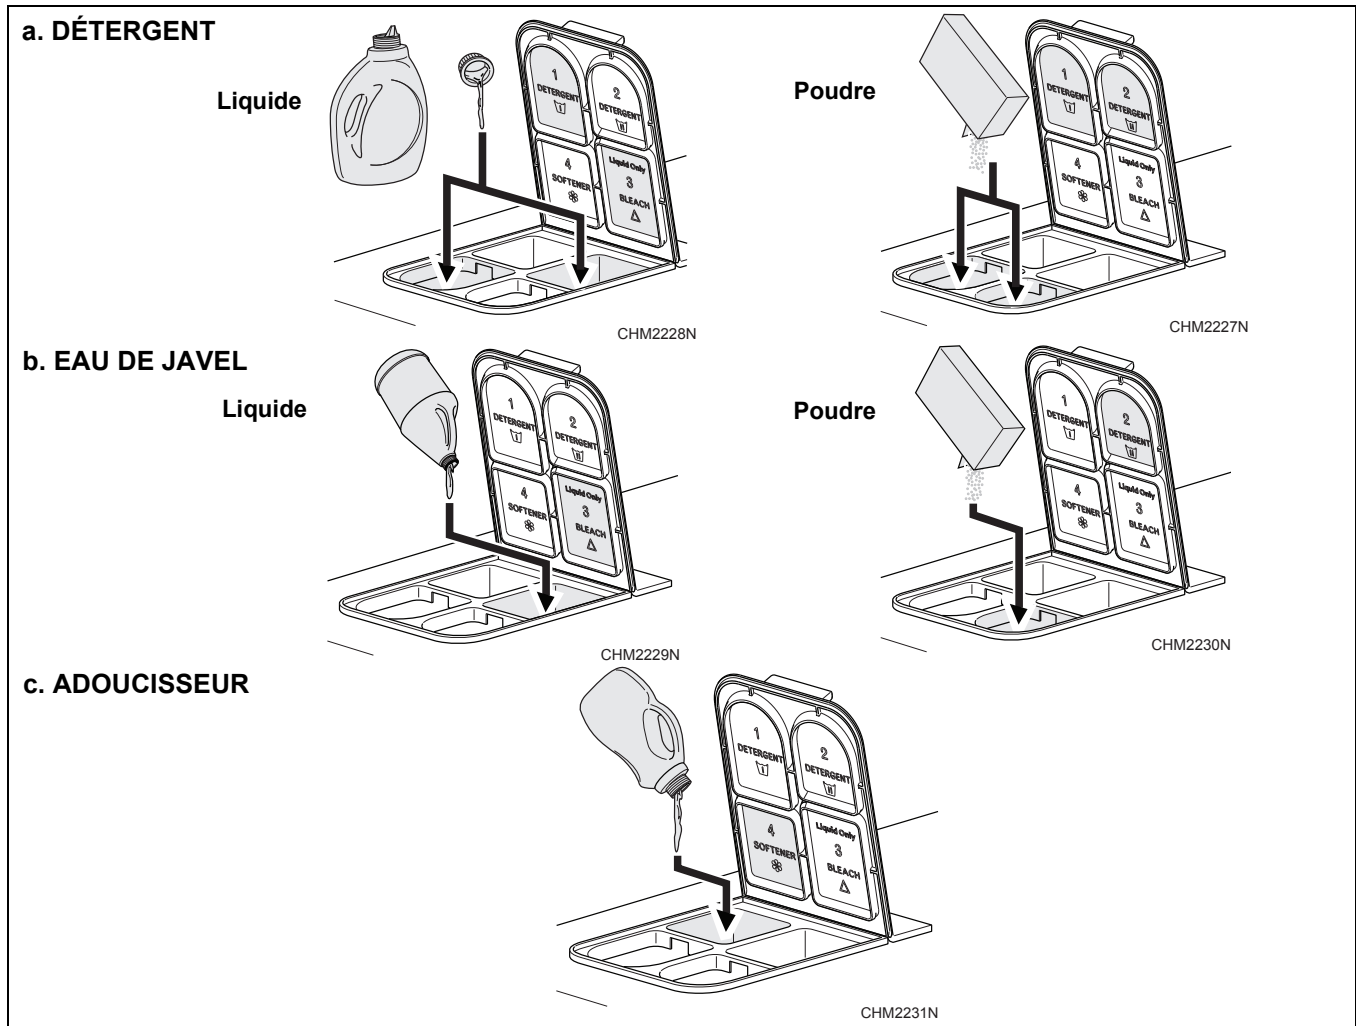

Figure 6
7. Verser les produits liquides ou en poudre dans le distributeur de produits. Se reporter à la *Figure 6*.